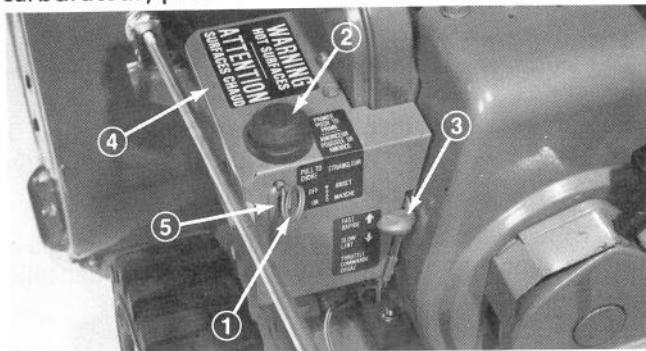

Figure 17
Remarque: Pour mettre le moteur en marche à 4°C (40°F) ou à des températures plus élevées, enlevez la boîte de chauffage du carburateur (Fig. 17). Il faut toutefois remettre le boîte de chauffage à des températures inférieures à 4°C ou 40°F. Pour enlever la boîte de chauffage du carburateur, procédez comme suit:
- Enlevez les vis Phillips et les vis à tête hexagonale fixant la boîte de chauffage en place. Enlevez la virole qui se trouve sous la tige de l'étrangleur (Fig. 17).
- Mettez la commande des gaz en position RAPIDE (fast) (Fig. 17).
- Tirez à fond l'étrangleur (Full choke) (Fig. 17).
- Appuyez sur l'amorceur (Fig. 17) cinq fois.
- Dès que le moteur est en marche, ramenez la manette de l'étrangleur aux 3/4 de sa course (Fig. 17). Au fur et à mesure que le moteur se réchauffe, ramenez progressivement la manette à la 1/2 de sa course pour finalement arriver à la position de repos. Si le moteur hésite, ramenez la manette de l'étrangleur à la 1/2 de sa course. Quand le moteur est assez réchauffé, remettez la manette de l'étrangleur en position de repos.